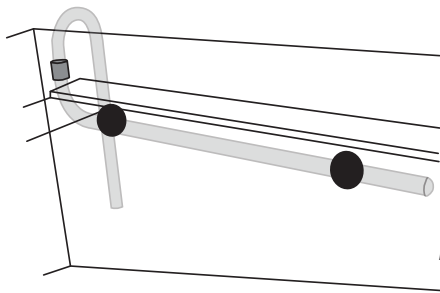

Fig 11
22. Ponga las ventosas en la barra de spray o el pico de pato y póngalas al lado a atrás del acuario. Fig 11